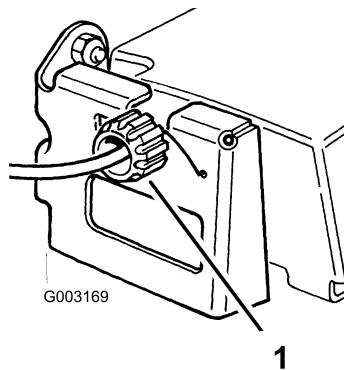

Figura 32
- Gire el mando de control en el sentido de las agujas del reloj 1/2 vuelta si la máquina no avanza. Si la máquina avanza lentamente, gire el mando 1/2 vuelta en sentido antihorario para aflojar la correa (Figura 32).